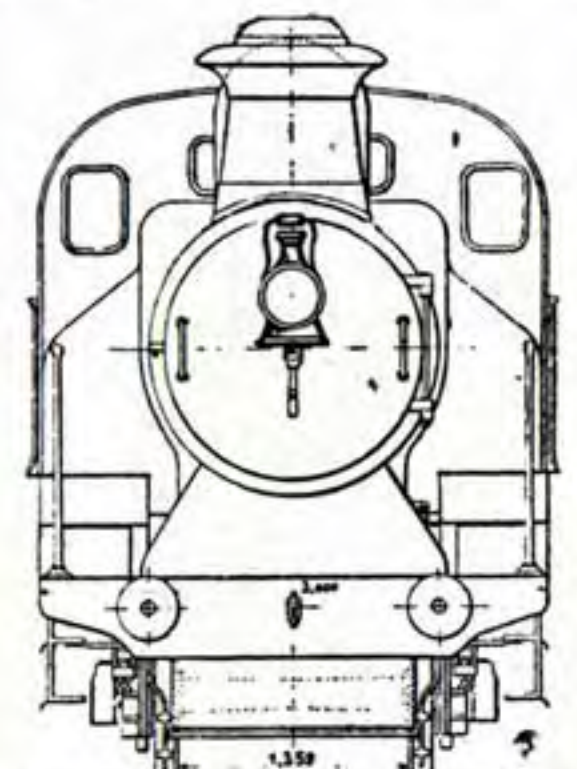

Fig. 27
un drapeau blanc, à l'arrière, sur la droite du tender (2), pour annoncer un train facultatif ou un train extraordinaire marchant en sens inverse (fig. 27 et 28).